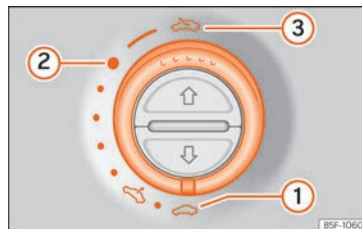

Abb. 110 Im Dachhimmel: Schalter zum Öffnen und Schließen drehen.
- Öffnen: Drehen Sie den Schalter auf die Position »» Abb. 110 ③.
- Komfortstellung: Drehen Sie den Schalter auf die Position »» Abb. 110 (2).
- Schließen: Drehen Sie den Schalter auf die Position »» Abb. 110 (1).
- Der Schalter » » **Abb. 110** muss auf der Position „geschlossen“  stehen.